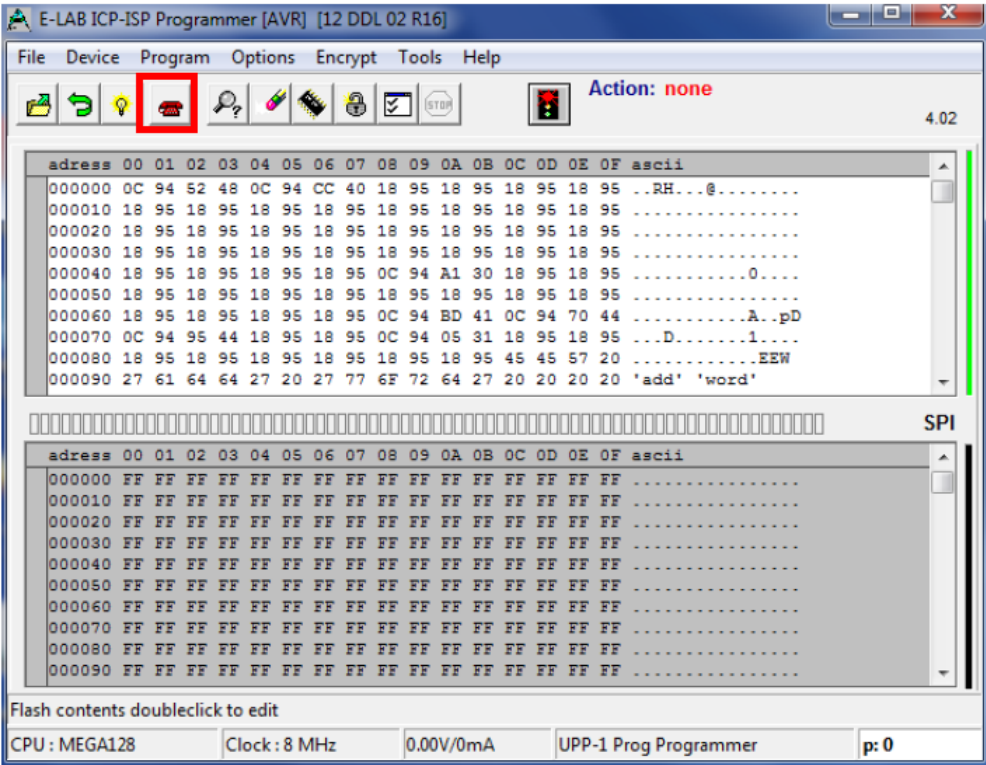

Рисунок 9
3.9 Чтобы загрузить файлы встроенного ПО в программатор E-LAB, нажмите на красный символ телефона на панели значков сверху (рисунок 9).